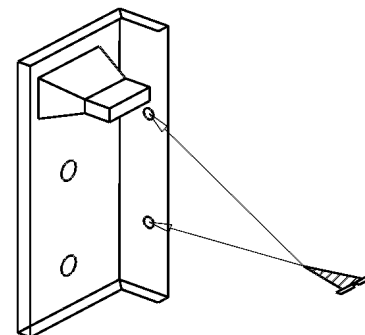
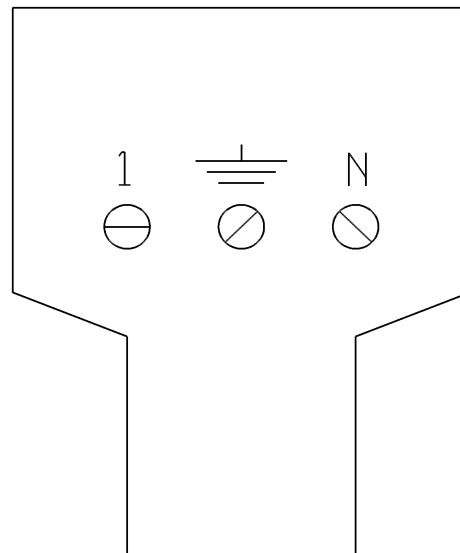

Fig. 3
Fig. 9
- Fissare il gruppo alimentazione (fig. 3) sul retro in alto a sinistra del vano utilizzando due viti per legno come indicato in fig. 2
- Collegare il cavo d'alimentazione fornito in dotazione nell'apposito connettore situato sul retro dell'apparecchio, ed inserire quest'ultimo nella stazione d'alimentazione posta sul retro della colonna (fig.3), dove è situata una morsettiera (fig.9) predisposta per il funzionamento con una tensione di 230V monofase.